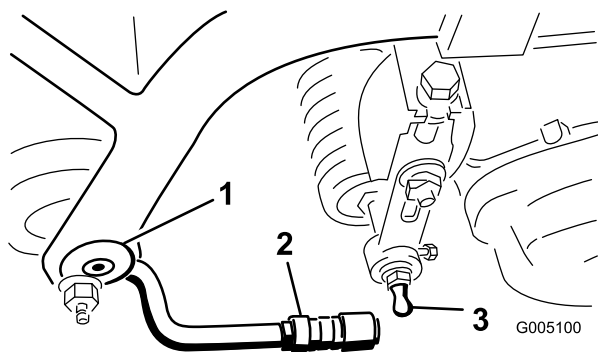

Figura 11
2. Montate una rondella ed un prigioniero a sfera su ciascun lato del rullo anteriore degli apparati di taglio (Figura 11).
4. Fate scorrere indietro il manicotto sul giunto sferico e ruotate il braccio di traino verso il basso in modo che l'attacco si agganci sul prigioniero a sfera. Rilasciate il manicotto in modo che scorra sul prigioniero e blocchi l'intero gruppo (Figura 11).